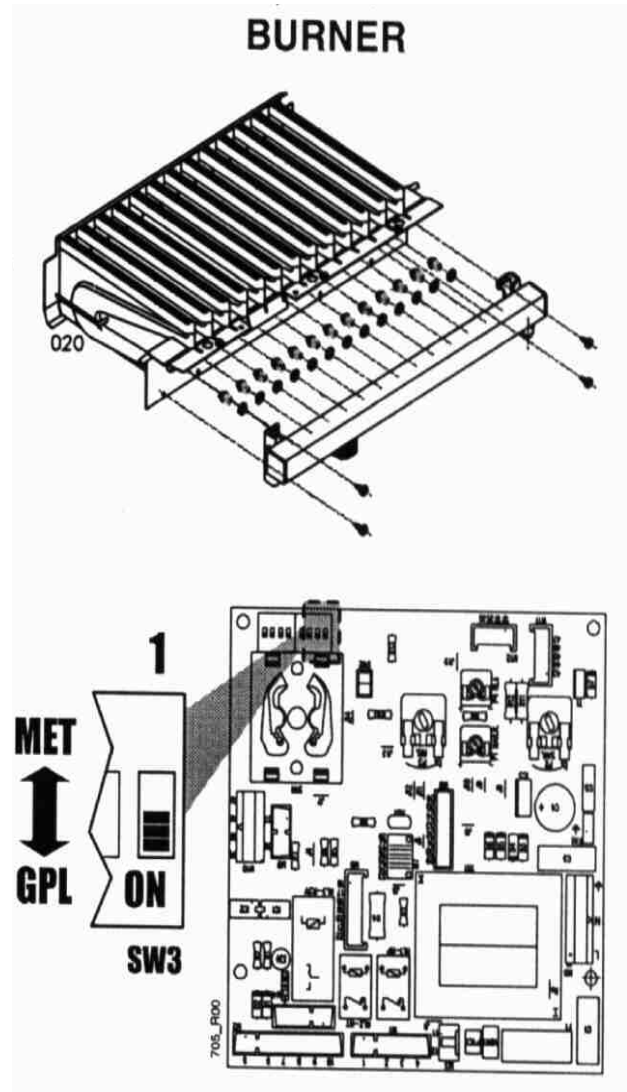

Рис.21
4. Форсунки для природного газа заменить на форсунки для сжиженного газа с помощью ключа 7 мм (см. рис.21). Затем поставьте на место газовый коллектор, заменив прокладки. В моделях “SE” закройте герметичную камеру сгорания.
5. Снимите крышку контрольной панели и поверните первый микропереключатель SW3 (справа) на позицию ВКЛ., указанную на рис.21 как GPL.
4. Форсунки заменить на форсунки для природного газа с помощью ключа 7 мм (см. рис.21). Затем поставьте на место газовый коллектор, заменив прокладки. В моделях “SE” закройте герметичную камеру сгорания.
5. Снимите крышку контрольной панели и поверните первый микропереключатель SW3 (справа) на позицию ВЫКЛ., указанную на Рис.21 как MET.